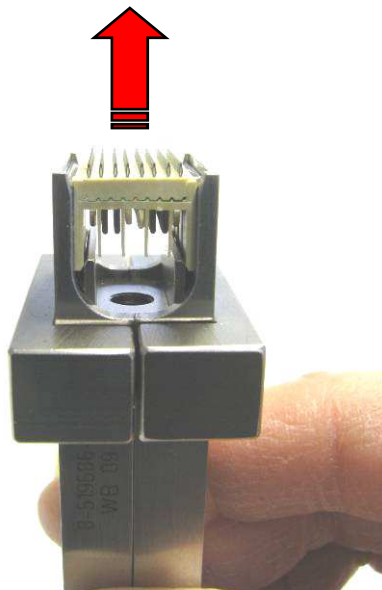

Abbildung 17
4. Um den Stecker aus dem Werkzeug zu entfernen, müssen zunächst, durch Drehen des Griffs gegen den Uhrzeigersinn, die Greifbleche samt Stecker in „Ausgangsstellung“ gebracht werden (siehe Abbildung 17 und 18).